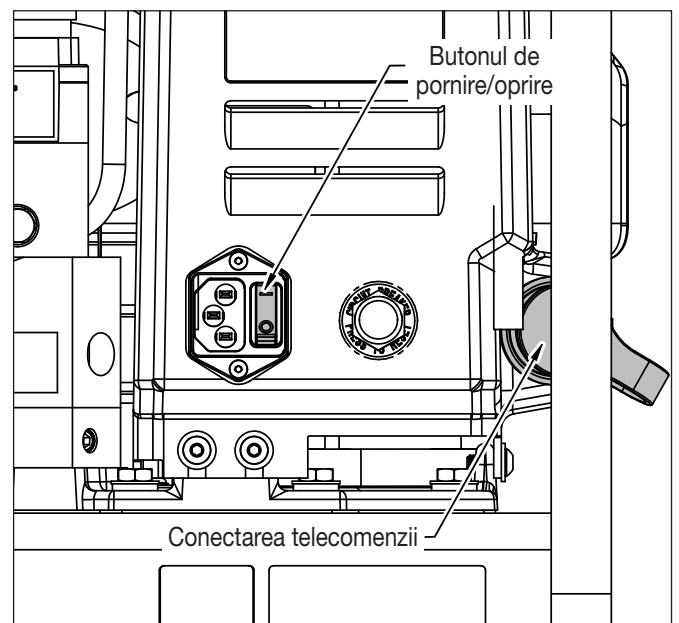

Figura 2: Cablul de alimentare și telecomanda cu fir
2. Instalați cablul de alimentare corespunzător în priza indicată în Figura 2.
3. Scoateți capacul de protecție de la conectorul din partea din față a pompei și conectați cablul consolei de comandă. Vezi figura 2.
4. Asigurați-vă că comutatorul pompei este în poziția „OPRIT” (OFF) (O). Vezi figura 2.